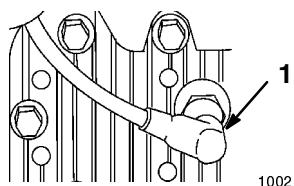

Figure 53
1. Branchez la bougie (Fig. 53).